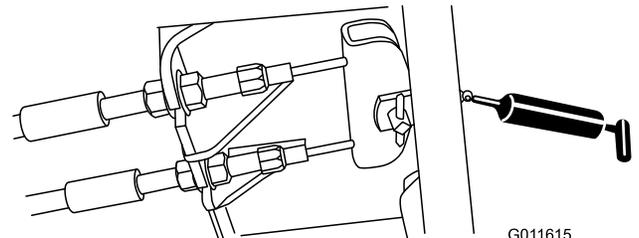

Рисунок 81
- Педаль тормоза (1 шт.) (Рисунок 81)